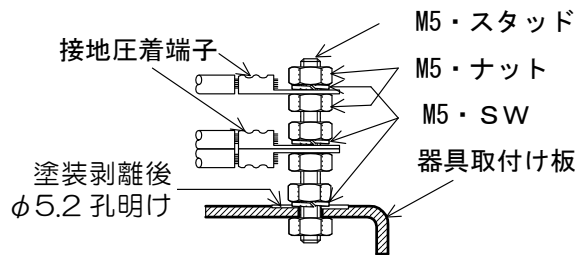

図 2-1
- (i) コントロールボックス内の器具取付け板には、器具取付け板の塗装を剥離して、M5 のスタッドボルトにより、接地端子を設け接地線を接続する。図 2-1 参照。